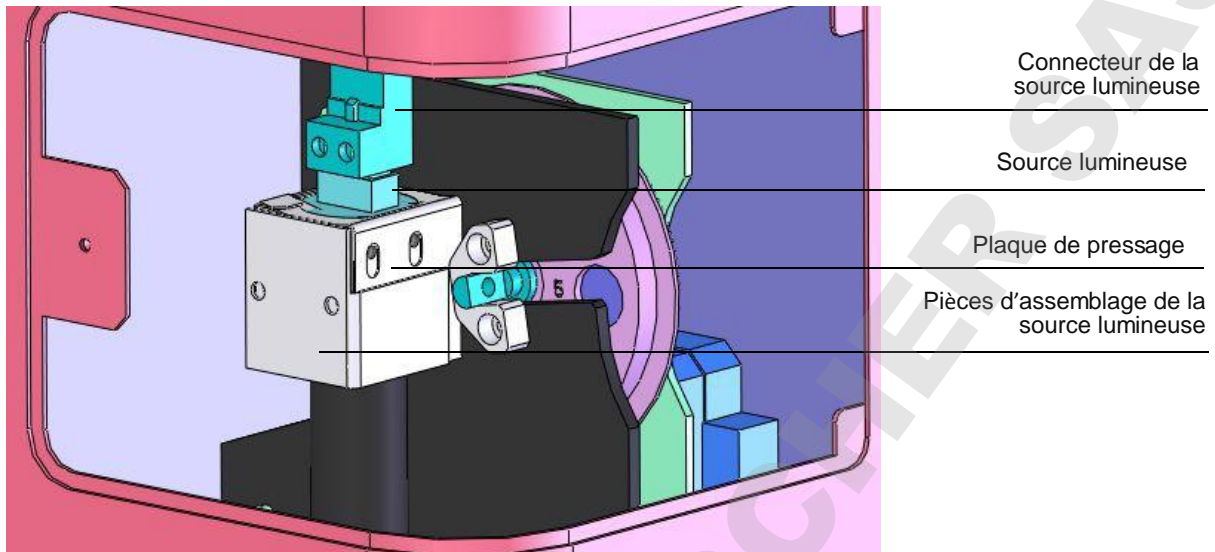

fig 55
- a. Ouvrir la porte arrière de l'appareil. La source lumineuse se trouve située comme sur l'image Fig 55. Retirer les vis à l'aide d'un petit tournevis et retirer la connexion vers le haut.